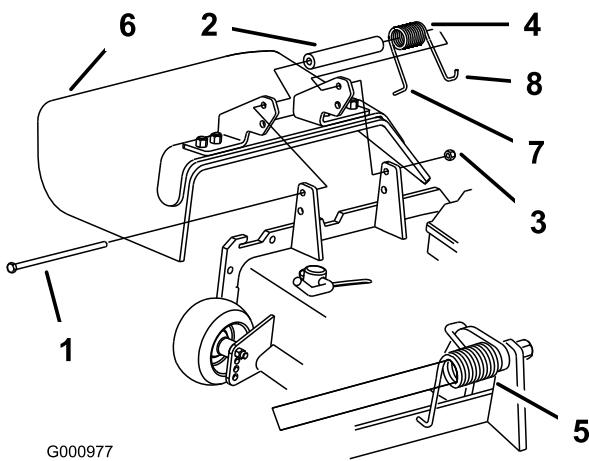

Figure 36
- Retirez le contre-écrou, le boulon, le ressort et l'entretoise qui fixent le déflecteur aux supports de pivot (Figure 36). Déposez le déflecteur d'herbe s'il est endommagé ou usé.
Remarque: Prenez soin de placer l'extrémité en **L** du ressort derrière le bord du plateau avant de mettre le boulon en place, comme montré à la Figure 36.
- Remettez le boulon et l'écrou en place. Accrochez l'extrémité en **J** du ressort au déflecteur d'herbe (Figure 36).